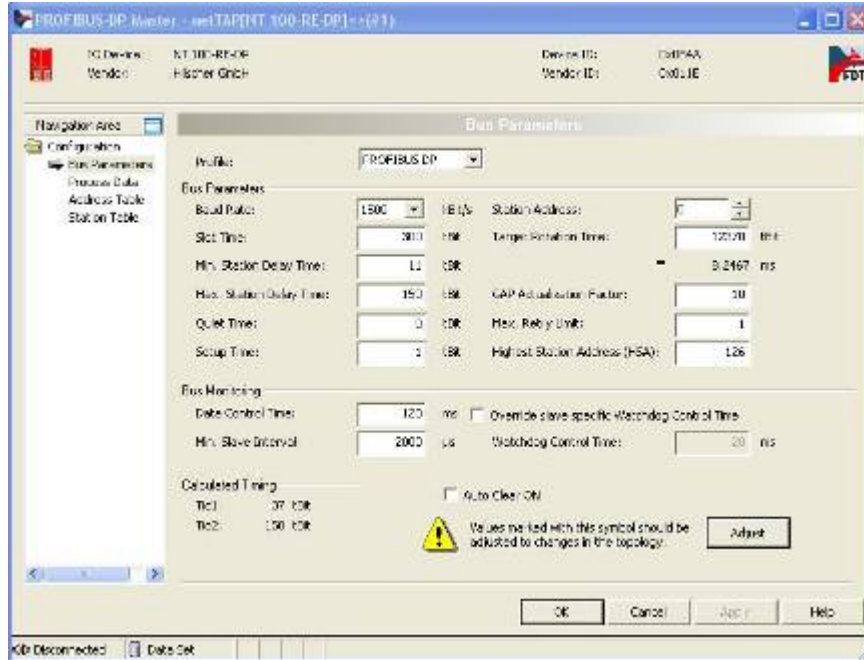

图 19
(19) DeviceNet 协议参数配置完成后，单击“OK”回到主界面，再次右击 NT 100 图标，选择“Configuration”“PROFIBUS-DP Master”，对 PROFIBUS 协议参数进行配置。选择“Bus Parameters”栏，如图 19 所示，由于修改过输入输出字节数，因此需单击“Adjust”按钮进行参数自动调整：